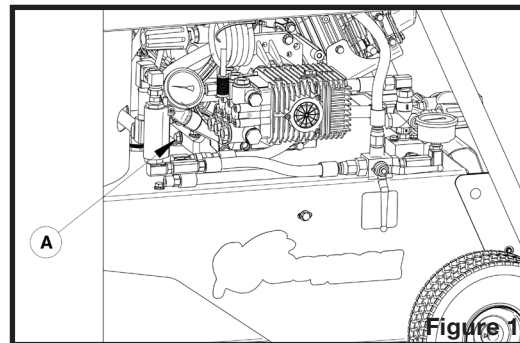

Figure 1
2. Dévisser le bouchon de vidange (A sur la figure 1).